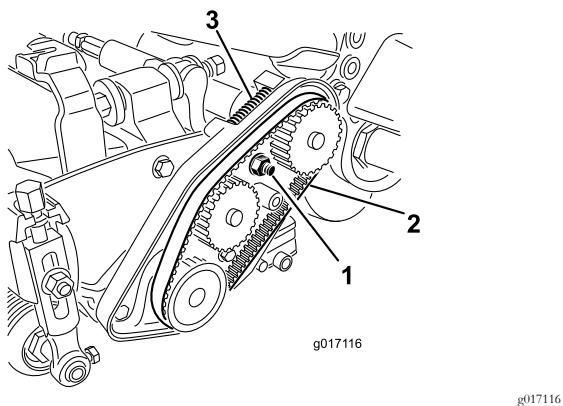

Figura 48
- A. Allentate il dado di montaggio della sede del cuscinetto (Figura 48).
- C. Pulite da qualsiasi detrito l'interno della sede della cinghia e l'area attorno alla molla di compressione (Figura 48).